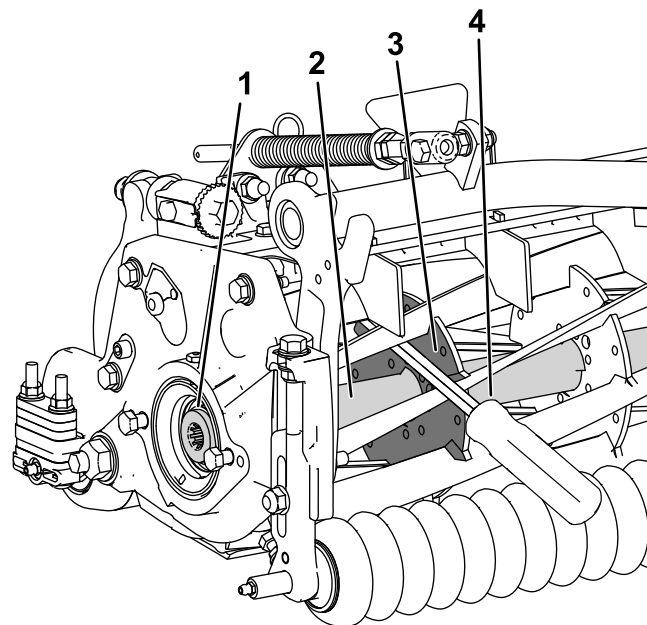

Рисунок 32
1. Вставьте монтировку с длинной ручкой (рекомендуется использовать монтировку размером 0,95 x 30 см [$\frac{3}{8}$ x 12 дюймов] с рукояткой как у отвертки) через переднюю часть режущего барабана, максимально близко к боковой части режущего блока, к которому вы будете прилагать крутящий момент (Рисунок 32).
2. Установите монтировку так, чтобы она была прижата к сварной стороне внутреннего усиливающего компонента барабанного режущего блока (Рисунок 32).